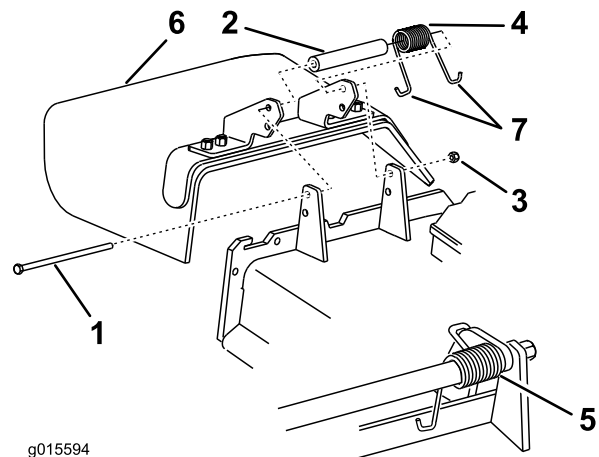

Figura 109
Nota: Asegúrese de colocar el extremo en J del muelle detrás del reborde de la carcasa antes de instalar el perno, tal y como se muestra en la Figura 109.
6. Coloque el gancho en J del muelle alrededor del deflector de hierba (Figura 109).
1. Retire la contratuerca, el perno, el muelle y el espaciador que sujetan el deflector a los soportes de pivote (Figura 109).
2. Retire el deflector de hierba dañado o desgastado (Figura 109).